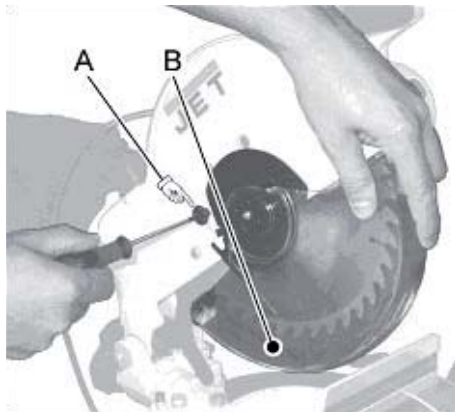
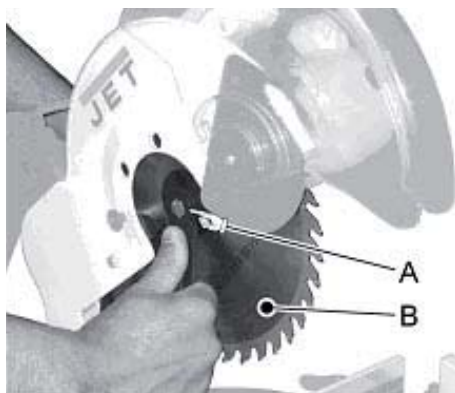

Рис. 4
Рис. 5
- Зніміть захисний кожух диска пилки, для чого звільніть обидва гвинти (А, рис. 4) з боку захисного кожуха і відведіть захисний кожух вгору (Рис. 5).
- Розблокуйте вал пилки за допомогою клавішного блокуючого вимикача валу пилки (А рис.5) та звільніть притисний гвинт розпилювального диску (А рис.4), користуючись гайковим ключем.